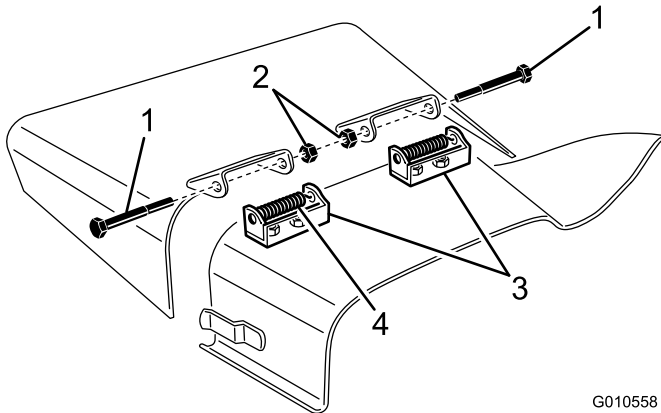

図 29
4. デフレクタマウントをピボットブラケットに固定しているキャップスクリュ、ロックナット、スプリングを外す(図 29)。
5. ピボットブラケットを外すには、キャリッジボルトとナットを外す図 29。